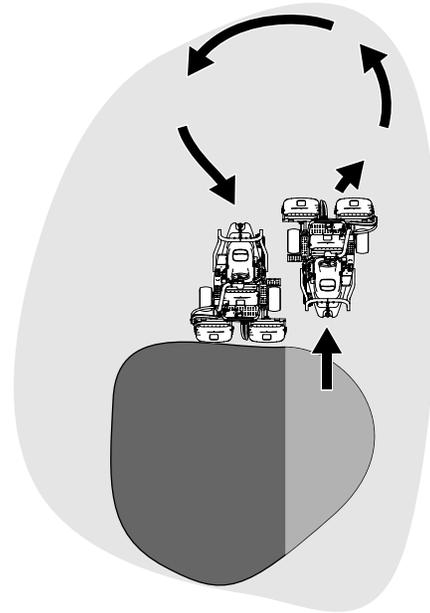

图 26
6. 要缩短下一趟剪草的操作时间并方便剪出直线应轻轻朝相反方向转动机器然后再转向未剪部分。此动作是一个泪滴状的转弯图 26 可将机器快速对齐进行下一趟剪草。